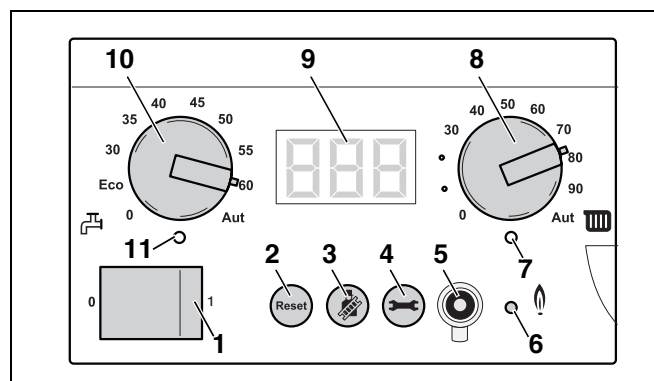

Рис. 93 Главный регулятор BC10
- Ручкой управления "Заданная температура горячей воды" (рис. 93, поз. 10) установить нужную температуру горячей воды в баке-водонагревателе (см. таб. 17).